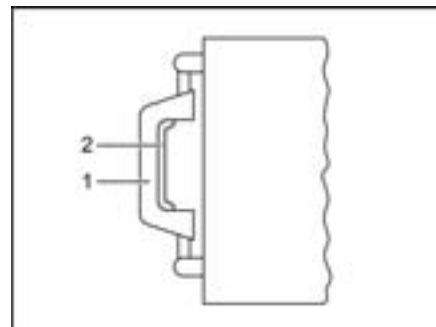

Bild 44 Dachhaube, Griff
- Schnappverschluss (Bild 44,2) zur Innenseite der Dachhaube drücken. Gleichzeitig mit dem Griff (Bild 44,1) die Dachhaube nach oben drücken.
- An beiden Griffen (Bild 44,1) die Dachhaube kräftig nach unten ziehen, bis beide Schnappverschlüsse eingerastet sind.